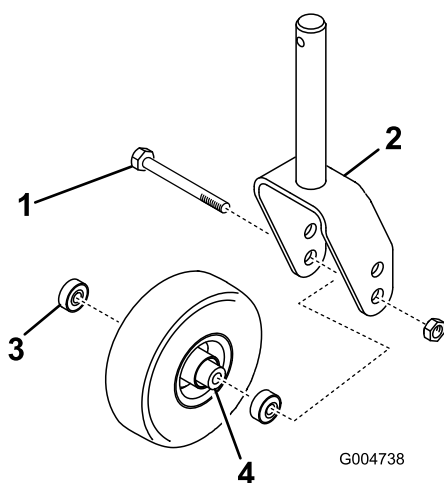

Figure 26
1. Enlevez le contre-écrou du boulon qui fixe la roue pivotante à la chape (Figure 26). Maintenez la roue pivotante et sortez le boulon de la fourche ou du bras pivotant.
2. Enlevez le roulement du moyeu de la roue et laissez tomber la douille d'écartement à l'extérieur (Figure 26). Enlevez le roulement de l'autre côté du moyeu.